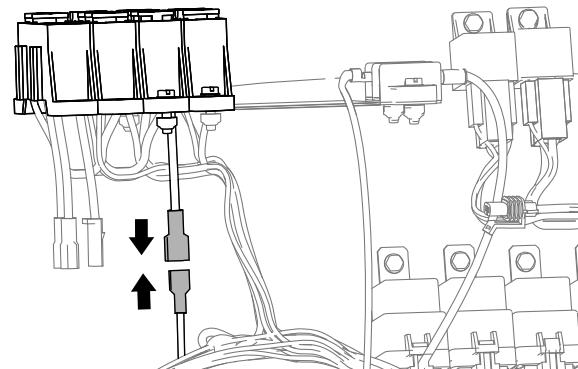

図 21
1. 車両用のヒューズブロックにブレード形コネクタが付いている車両の場合には、仕上げキット用ハーネスについているブレード形コネクタを車両のヒューズブロックのソケットに接続する図 21。